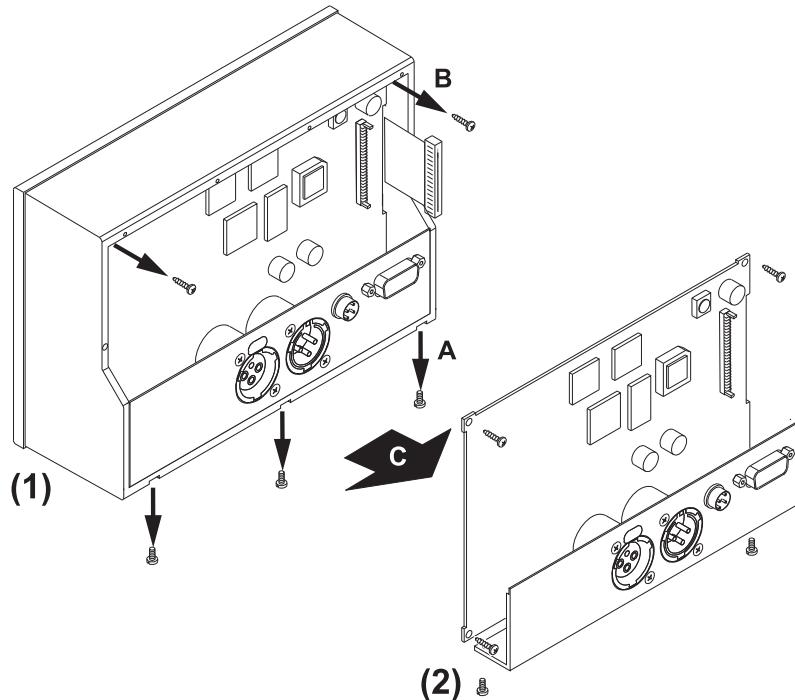

Bild D 7-4: Lösen und Entnehmen von Anschlusswinkel und Hauptplatine
3. Entfernen Sie auf der Geräteunterseite die zwei Schrauben (A), die das Anschlusspanel halten. Entfernen Sie die drei Schrauben (B), die die Hauptplatine fixieren. Entnehmen Sie vorsichtig die Hauptplatine und das anhängende Anschlusspanel (C) und legen Sie sie an einen vor statischen Aufladungen geschützten Platz. (Bild D 7-4)